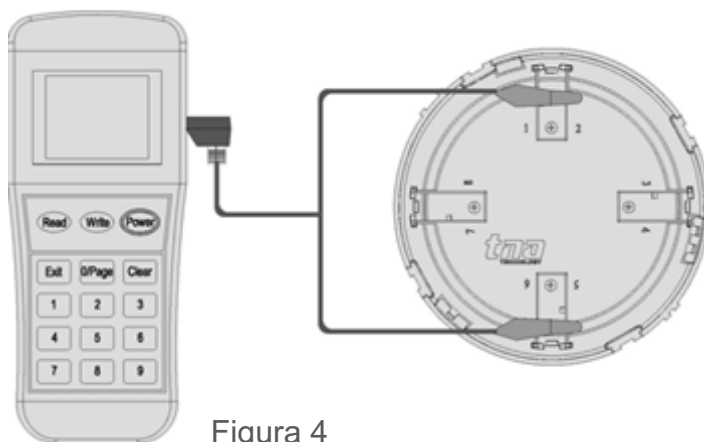

Figura 4
1. Conecte o cabo de programação aos terminais Z1 e Z2 (Figura 4). Pressione “Power” para ligar a equipamento.